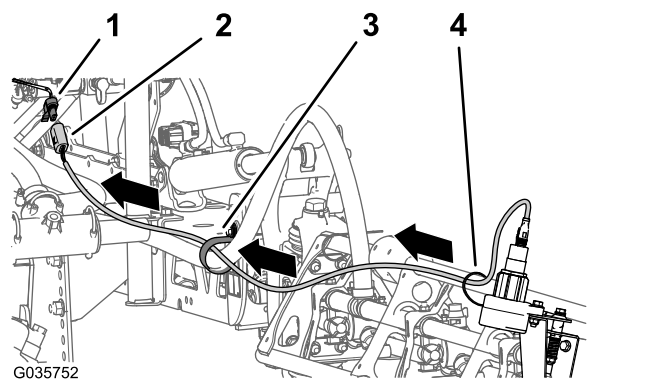

Figura 23
tomadas da cablagem do kit de acabamento Ultra Sonic Boom – parte da frente do coletor do cilindro de elevação (Figura 23).
3. Ligue os conectores de 4 pinos para as cablagens do sensor esquerda e direita ao conector de 4 tomadas da cablagem para o kit de acabamento Ultra Sonic Boom (Figura 23) rotulado LEFT SONIC SENSOR (Sensor Sonic esquerdo) e RIGHT SONIC SENSOR (Sensor Sonic direito).
5. Prenda o fio que sai do sensor à rampa com cintas de cabos (Figura 23).